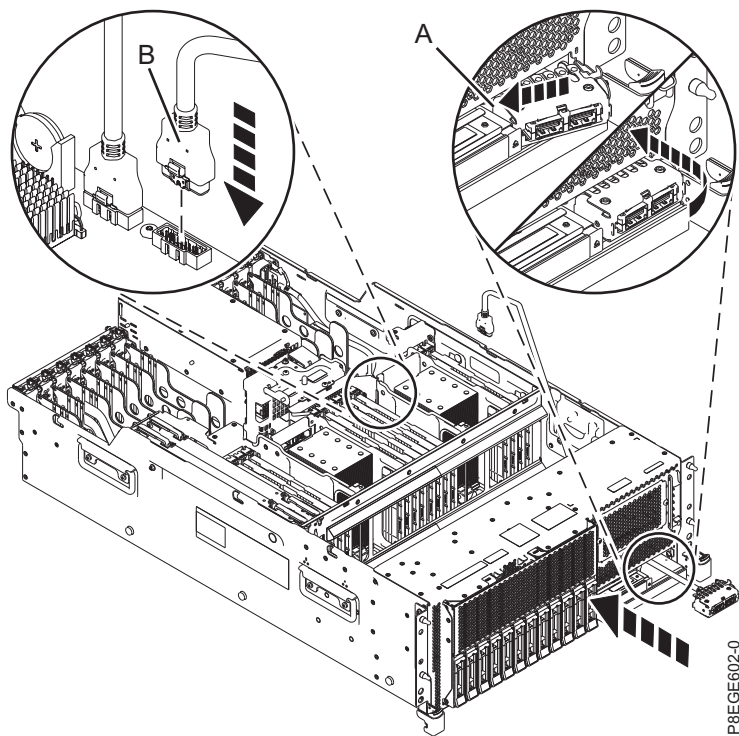

Figura 3. Instalación del cable USB frontal
2. Inserte el extremo del conector del cable USB en la apertura de la parte frontal del sistema, como se muestra en la Figura 3 en la página 6. Pase el cable por la derecha del chasis del sistema.
3. Conecte el cable USB (B) en el conector de la placa posterior del sistema, como se muestra en la Figura 3 en la página 6.
4. Encaje el alojamiento del cable USB (A) en la apertura en la parte frontal del sistema insertando la pestaña del lado izquierdo del alojamiento en la ranura. Gire el alojamiento en la apertura hasta que el alojamiento encaje en su posición en el lado derecho. Consulte la Figura 3 en la página 6.